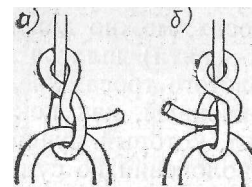

Рис. 51. Узлы восьмеркой.
*Узлы восьмеркой.* В тех случаях, когда необходим удобный узел, который прост в исполнении, прочно держится и легко развязывается, пользуются узлом восьмеркой, который применяется очень широко (рис. 51, а). Он прекрасно держится на тонких и средних предметах, но менее пригоден для толстых. Такой же узел лежит и в основе рангоутного узла.
На рис. 51, б показан другой не менее удобный способ выполнения вышеописанного узла. Много лет тому назад автор книги видел старинный кливер